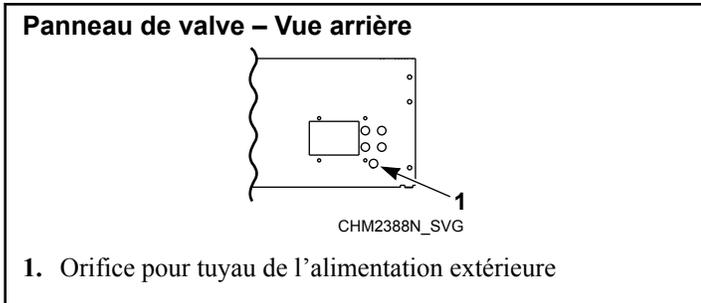

Figure 39
1. Face à l'arrière de la machine, localisez les cinq (5) raccords de tuyaux d'alimentation de 10 mm [3/8 pouce] situés sur le côté droit du tableau de vannes. Consultez *Figure 39*.